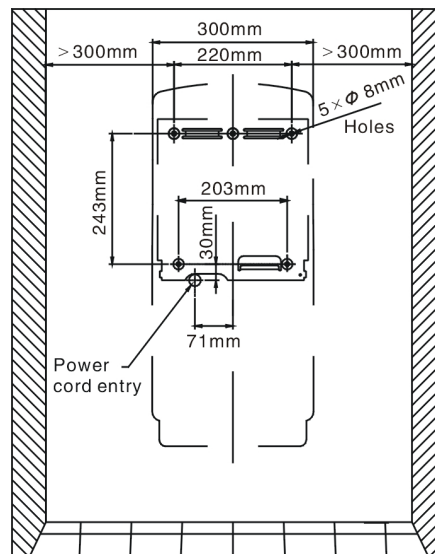

Abb. 3
2. Platzieren Sie die Schablone in der gewünschten Höhe an der Wand (siehe EMPFOHLENE MONTAGEHÖHEN) und markieren Sie die Positionen der 5 Montagelöcher und Einführung des Netzkabels an der Aussparungsstelle (siehe Abb.3).